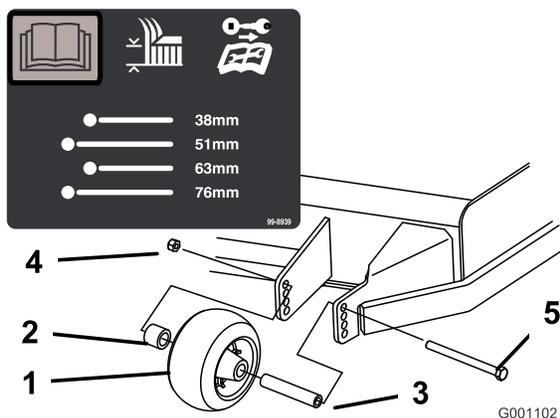
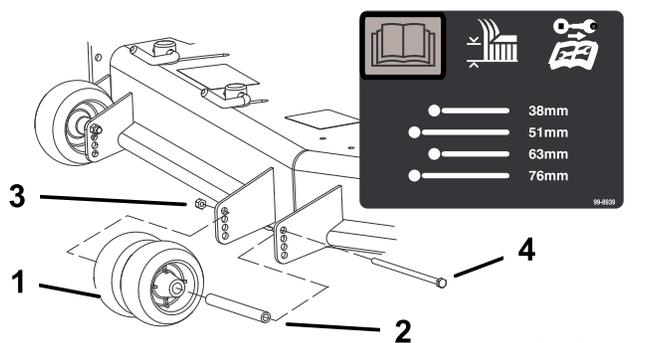
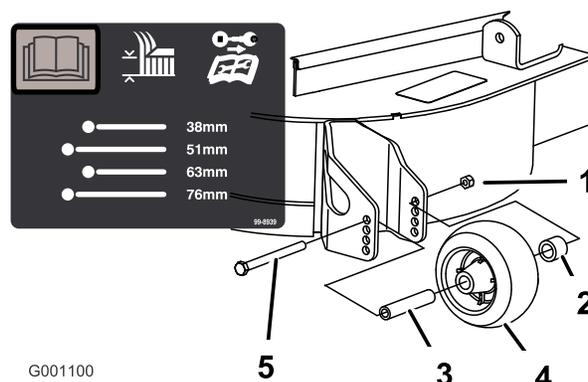

Figura 31
Figura 32
Figura 33
3. Dopo avere regolato l'altezza di taglio, regolare i rulli togliendo il dado flangiato, la boccola, il distanziale e il bullone (Figura 31, Figura 32 e Figura 33).
Nota: I 2 rulli centrali sono privi di distanziale (Figura 32).
- Montate il dado flangiato, la boccia, il distanziale ed il bullone. Serrate il bullone a un valore compreso tra 54 e 61 N·m (Figura 31, Figura 32 e Figura 33).